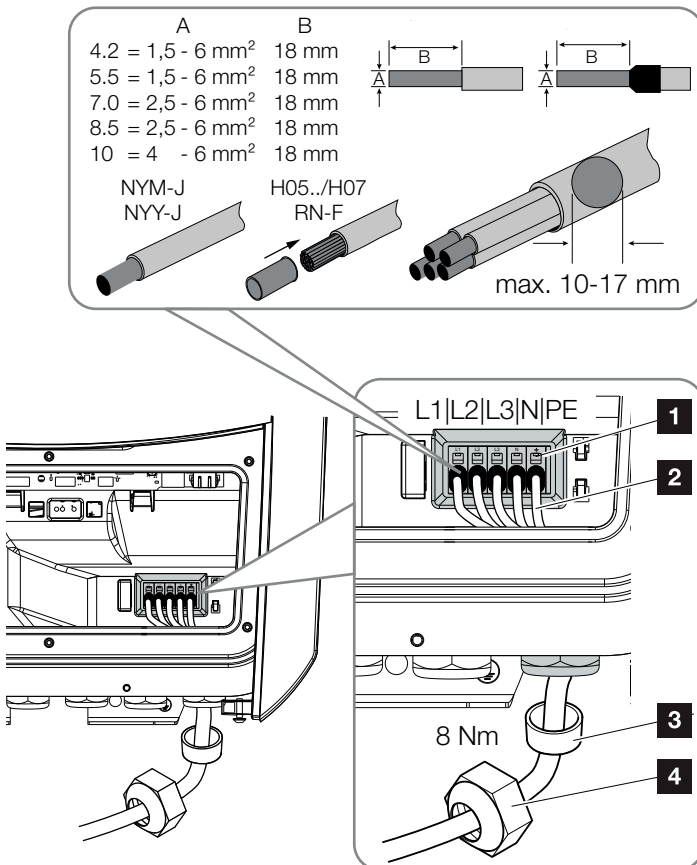

Abb. 21: Netzzuleitung am Wechselrichter anschließen
9. Die Adern der Netzzuleitung entsprechend der Beschriftung an der AC-Anschlussklemme anschließen. **! ⚡ Abb. 21, Pos. 1**